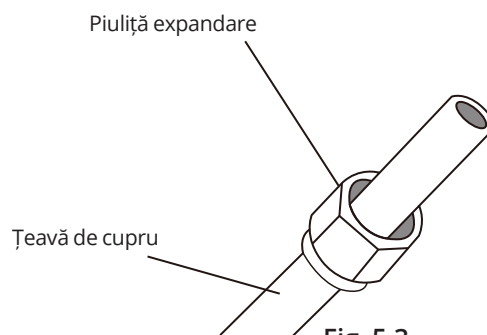

Fig. 5.3
3. Atașați piulițe la ambele capete ale conductei. Asigurați-vă că sunt îndreptate în direcția corectă, deoarece nu le puteți instala și nu le puteți schimba direcția după expandare. Vedeți Fig. 5.3.